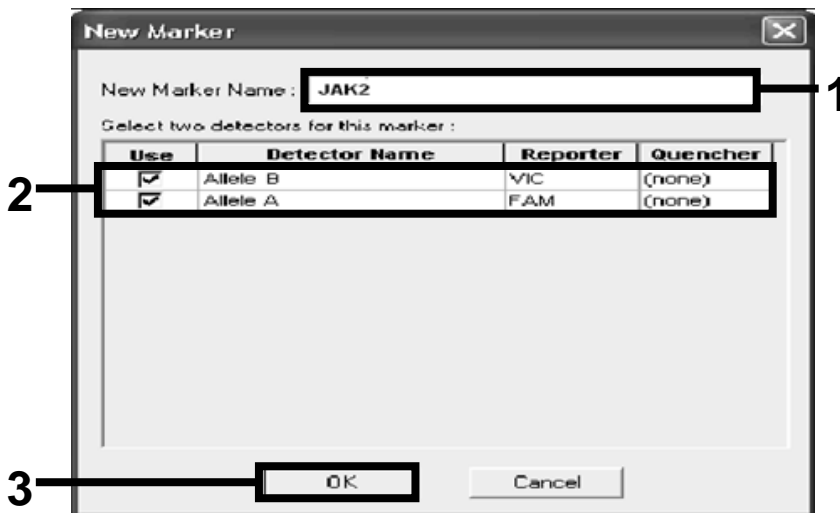

Ilustración 16. Creación de marcadores.
19. En el cuadro de diálogo "New Marker" (Nuevo marcador), introduzca *JAK* en el campo "New Marker Name" (Nombre del nuevo marcador) (ilustración 16). Seleccione los detectores "Allele A" (Alelo A) y "Allele B" (Alelo B) creados en los pasos 16 y 17 (o ya definidos) y haga clic en "OK" (Aceptar) (ilustración 16).